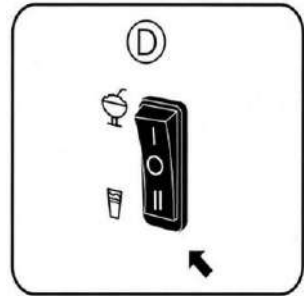

Abb. 5
Der Behälter links ist jedoch derjenige, in dem die Kaltgetränke zubereitet werden. Um in diesem Behälter Kaltgetränke zuzubereiten, stellen Sie den Schalter (D) auf die Position „Kühlen“, wie in der Abb. 5 gezeigt.